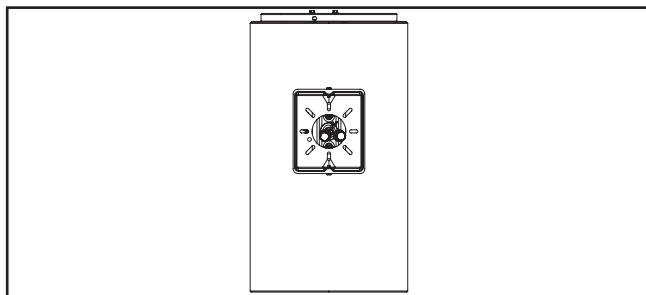

Figure 1.
1. Installez la plaque de montage mural à la boîte d'épissure en utilisant les outils de la boîte (non fournis) et serrez au couple de 2 Nm (17 po/lb) pour l'utilisation d'une vis 8/32 (Figure 1).